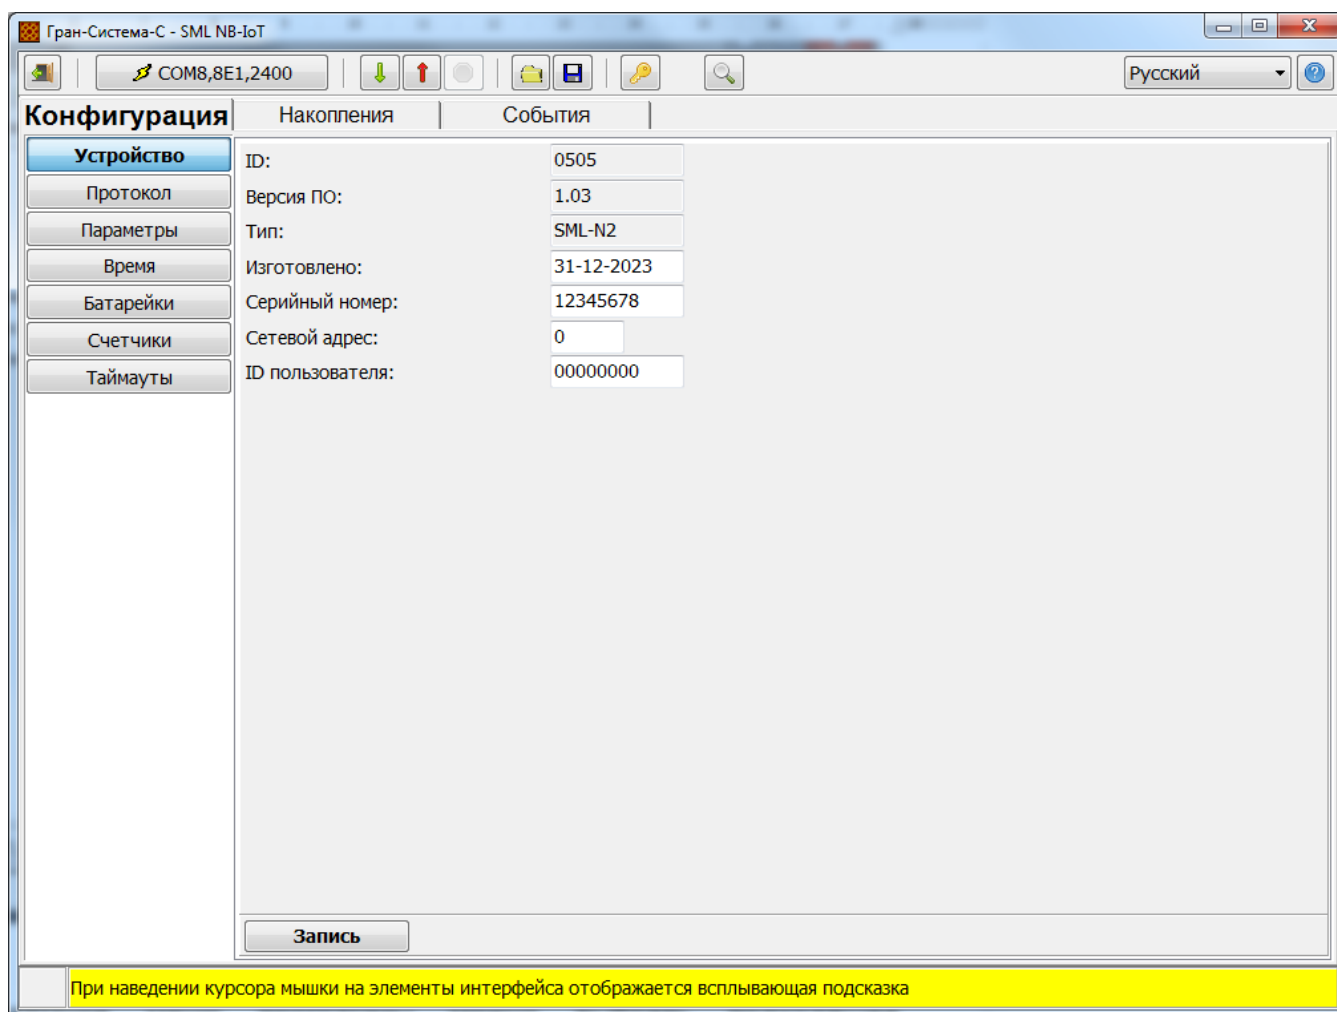

Рисунок 3 – Внешний вид окна программы
3.1.1 Программа «sml-nbiot.exe» запускается на персональном компьютере с операционной системой версии Windows XP и выше и предназначена для настройки параметров и просмотра состояния модулей SML-N2 (рисунок 3).